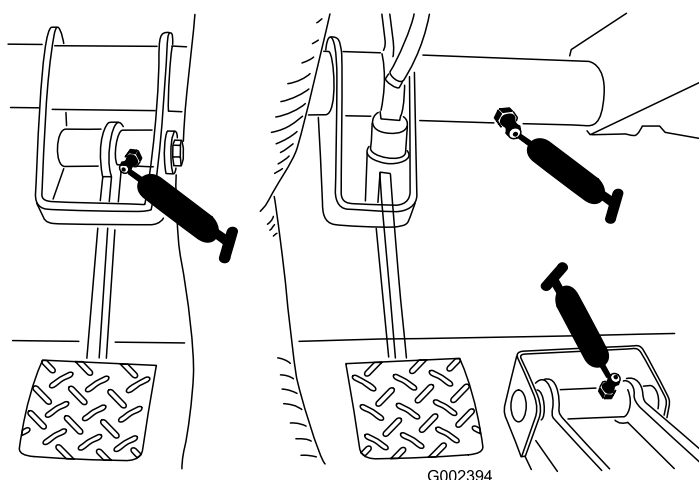

Figura 43
- Embraiagem (1), acelerador (1), travões (qtd.1) (Figura 43)